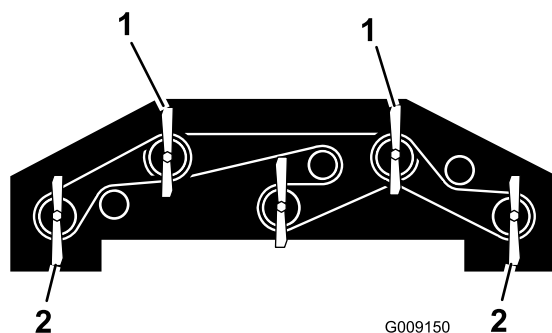

Рисунок 136
1. Поверните каждый нож так, чтобы он был направлен прямо вперед (Рисунок 136).